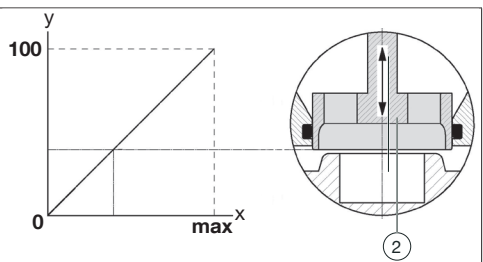

Abb. 5: Courbe de fonctionnement linéaire de l'unité de régulation
(1)	Unité de membrane (unité de régulation du débit)
(2)	Unité de régulation
(3)	Unité de valeur de consigne (unité de régulation du débit)
(4)	Monture du diaphragme de mesure
Le robinet combiné de réglage et de régulation « Cocon QTZ » d'Oventrop joue le rôle d'un régulateur de débit qui maintient la pression différentielle (p1 – p2) à une valeur constante à l'aide de l'unité à membrane intégrée (1). À cet effet, l'unité de régulation (2) ainsi que l'unité de valeur de consigne (3) réglable sur une valeur de débit maximale (selon le réglage de la poignée manuelle) sont protégées des variations externes de pression (p1 – p3). Ces variations résultent, par exemple, de l'activation ou de la désactivation des parties de l'installation. Le « Cocon QTZ » peut accueillir un actionneur chargé d'activer l'unité de régulation (2). Celle-ci présente une courbe de fonctionnement approximativement linéaire (voir Abb. 5). L'association d'actionneurs et de thermostats d'ambiance permet par exemple de réguler la température des pièces. Le débit maximal (pleine charge) est sélectionné par le préréglage de la poignée manuelle. Le fonctionnement en charge partielle est déterminé par la course de l'actionneur. L'autorité du robinet « QTZ » s'élève, dans la course du robinet actif, à 100 % (a = 1). Cette caractéristique s'applique également au fonctionnement en charge partielle en cas de régulation continue, par ex. en combinaison avec des actionneurs 0 – 10 V.